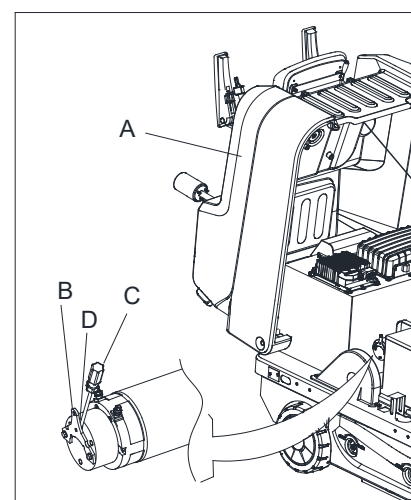

Figura 15
1. Abra a tampa (A, Figura 15).
2. Puxe a alça (B, Figura 15) do motor de acionamento para fora.
3. Insira uma chave de fendas (C, Figura 15) na ranhura (D, Figura 15). Feche a tampa e, em seguida, a máquina pode ser empurrada ou rebocada.
4. Quando a máquina chegar ao seu destino, remova a chave de fendas (C, Figura 15) e a máquina poderá operar normalmente.